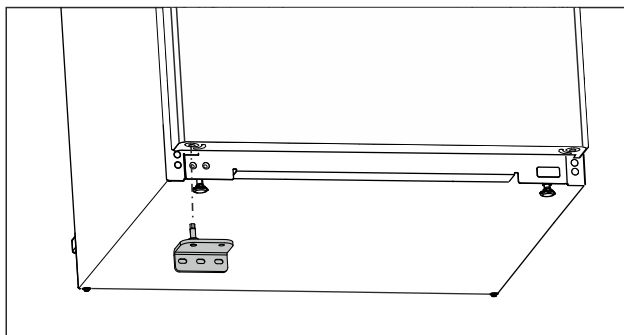

Fig. 25
- ▶ Montați suportul de lagăr inferior pe partea opusă. (vezi Fig. 25)